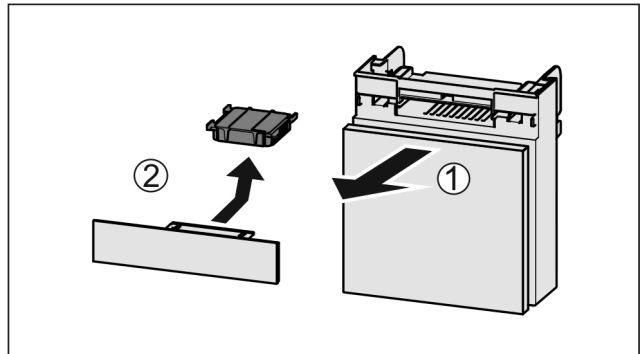

Fig. 170
- Trekk ut Fig. 170 (1) hyllen fremover.
- Ta ut Fig. 170 (2) aktivkullfilteret.